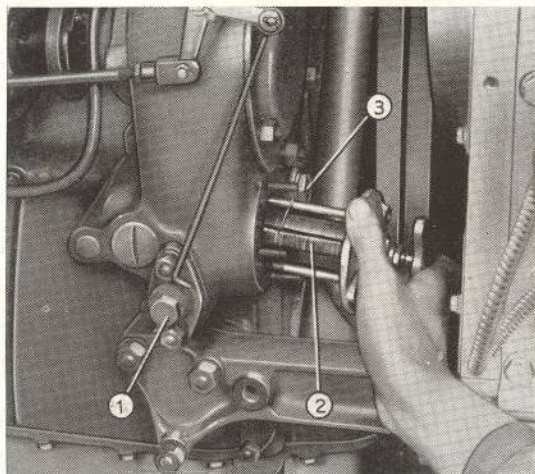

Fig. 61. - Démontage du filtre à huile auto-nettoyeur.
**Toutes les 80 heures de travail:** soit à chaque remplacement d'huile dans le moteur, vidanger l'huile du filtre en dévissant le bouchon situé sur la bride latérale (fig. 61), ôter le tirant de commande de nettoyage automatique, démonter de son siège l'élément filtrant à disques et le laver ensuite avec soin dans de l'essence et du gasoil. Vérifier attentivement l'élément filtrant et au cas qu'il soit abîmé, le changer.